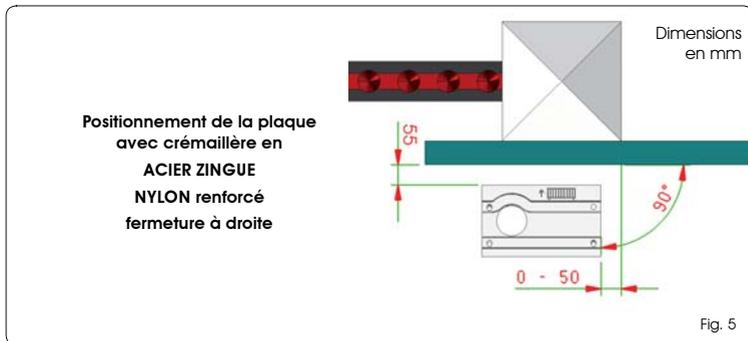

Fig. 5
2. La plaque de fondation doit être positionnée d'après la Fig. 5 (fermeture à droite) ou la Fig. 6 (fermeture à gauche) afin de garantir l'engrènement correct entre le pignon et la crémaillère.